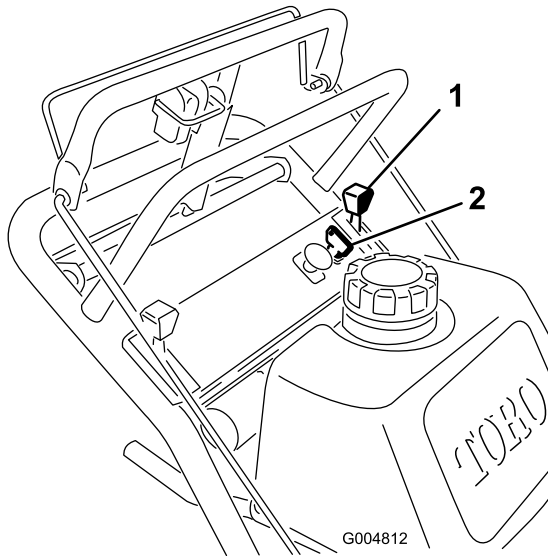

Figura 7
1. Mueva la palanca del acelerador a la posición **Lento** (Figura 7).
3. Gire la llave de contacto a **Desconectado** (Figura 7).